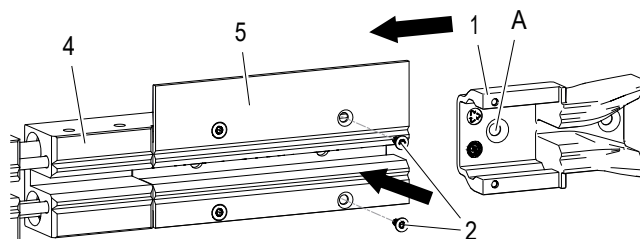

Abb. 64: Überfahrtrichter montieren
- Falls die Fixpunktschraube nicht im Dehnelement (4) verbaut werden soll (siehe Anlagenlayout), kann sie in die Bohrungen des Überfahrtrichters (A) montiert werden (siehe Abb. 64).
- Wenn der Fixpunkt (A) in den Überfahrtrichter (1) sitzen soll (siehe Anlagenlayout), dann die Fixpunktschraube an entsprechende Stelle mit Mutter in den Überfahrtrichter (1) mit einem Anziehdrehmoment von 0,15 Nm montieren (M4 DIN 7991, Innensechskant SW2,5 – Stahl 8.8, Mutter (SW7)) (siehe Abb. 64).
- Überfahrtrichter (1) auf das Dehnelement (4) mit Schienenadapter (5) schieben (siehe Abb. 64).
- Die 2 Schrauben (2) (M2,5x6) für den Überfahrtrichter (1) aus Kunststoff mit einem Anziehdrehmoment von 0,3 Nm anziehen (Schraubentyp: Innensechsrund (Torx) T8) (siehe Abb. 64).
- Wird der Überfahrtrichter (1) aus Aluminium verwendet, werden 2 selbstfurchende Schrauben M3 x 8 genutzt. Diese mit einem Anziehdrehmoment von 2,0 Nm anziehen, Schraubentyp: Innensechsrund (TorxPlus TP10).